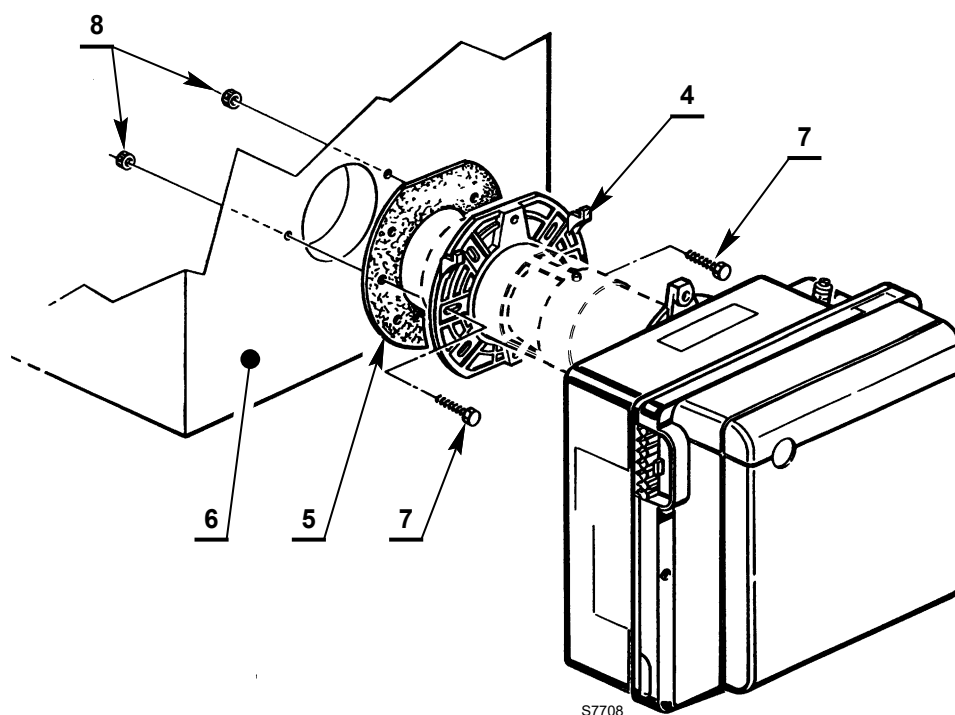

Fig. 10
- Fissare alla portina della caldaia 6)(Fig. 10) la flangia 4) mediante le viti 7) e (se necessario) i dadi 8) interponendo lo schermo isolante 5).